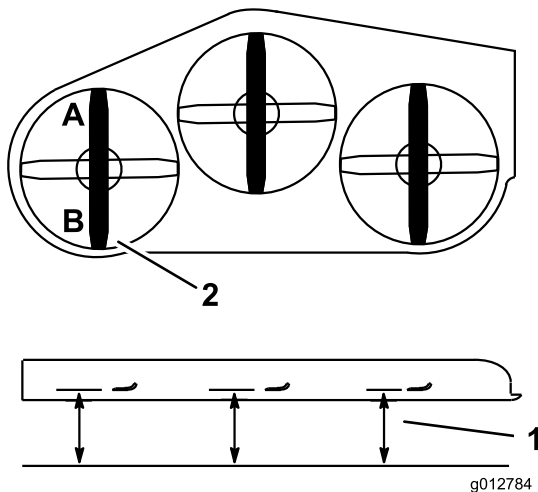

Figura 85
2. Meça a lâmina esquerda no local **A**, numa superfície nivelada à extremidade de corte da ponta da lâmina e registe esta medição (Figura 85).
3. Meça a lâmina esquerda no local **B**, numa superfície nivelada à extremidade de corte da ponta da lâmina e registe esta medição (Figura 85).
4. A lâmina do cortador deve estar de 6 a 10 mm abaixo na posição **A** do que na posição **B** (Figura 85). Caso isto não esteja correcto, proceda da seguinte forma.